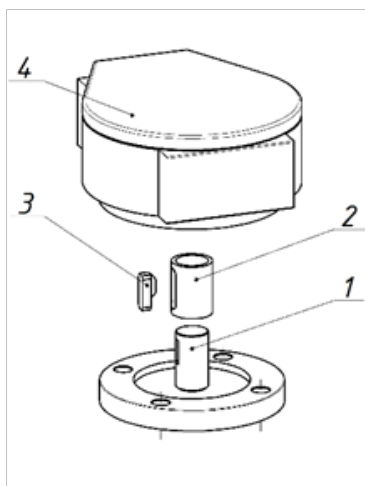

Рисунок 2.
2.2.3. При монтаже редуктора с переходной втулкой (Рисунок 2):